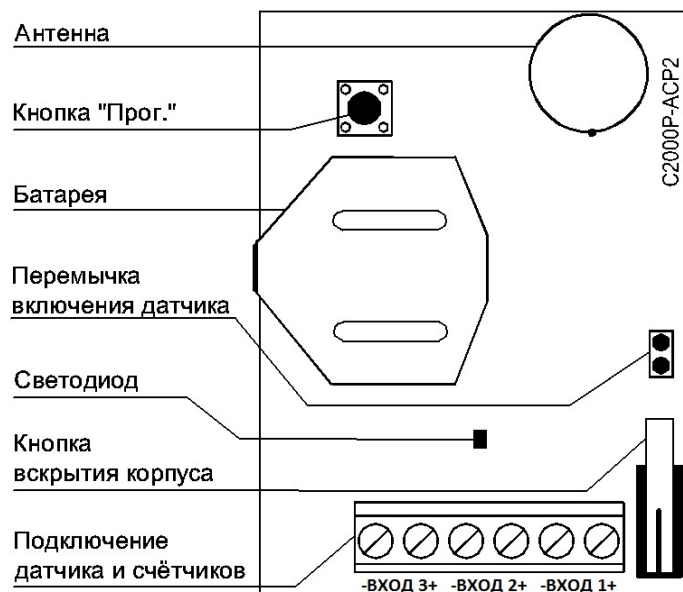

Рисунок 11.12
*Настройку АРС2 следует производить при 30-ти секундном режиме опроса. Для перехода в этот режим следует запустить «Конфигуратор С2000Р» (см. Раздел 8) и выполнить короткое нажатие кнопки вскрытия корпуса на плате АРС2 (см. Рисунок 11.12).*
Тест качества связи запускается посредством короткого нажатия на кнопку «Прог.» (см. Рисунок 11.12). Процедура длится 60 секунд, при этом подаётся световая индикация, соответствующая текущим результатам тестирования (см. Таблицу 11-28).